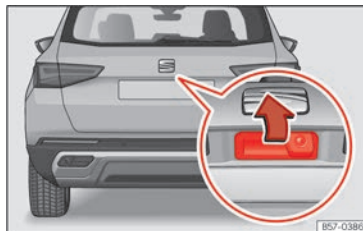

Abb. 56 Heckklappe: Öffnen von außen
- Öffnen:** Drücken Sie leicht den Haltegriff und heben Sie die Klappe an  **[Abb. 56]**.